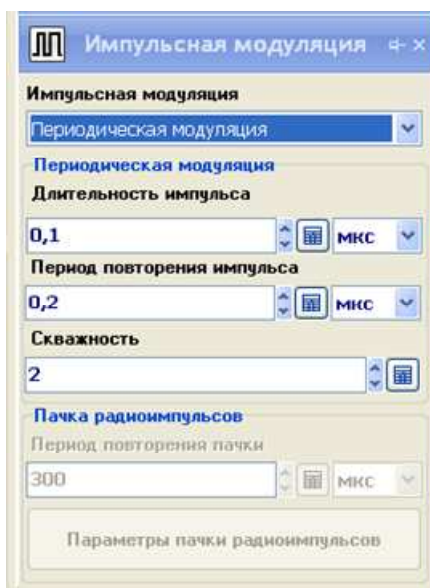

Рисунок 3.5 – Вкладка «Импульсная модуляция»
- задать параметры импульсного сигнала (рис. 3.5): длительность импульса, период повторения импульса или скважность (являются пересчитываемыми параметрами);